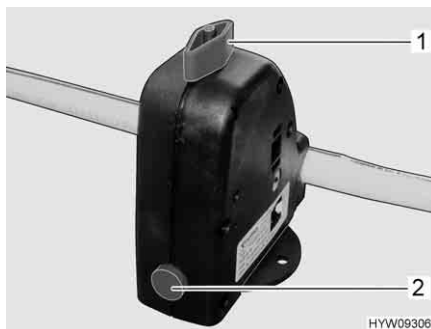

Fig. 87 Valvola di sicurezza/di scarico (boiler)
Il boiler è dotato di una valvola di sicurezza/di scarico (Fig. 87). La valvola di sicurezza/di scarico impedisce che l'acqua congeli nel boiler in presenza di basse temperature esterne, quando il riscaldamento dell'autocaravan non è acceso.
- Chiudere la valvola di sicurezza/di scarico. A tal fine ruotare la manopola (Fig. 87,1) verticalmente rispetto alla valvola di sicurezza/di scarico e premere verso l'interno il bottone automatico (Fig. 87,2).
- Aprire la valvola di sicurezza/di scarico. A tal fine ruotare la manopola (Fig. 87,1) nel senso della lunghezza della valvola di sicurezza/di scarico. Il bottone automatico (Fig. 87,2) scatta all'infuori. Il boiler viene svuotato verso l'esterno tramite la valvola di sicurezza/di scarico.